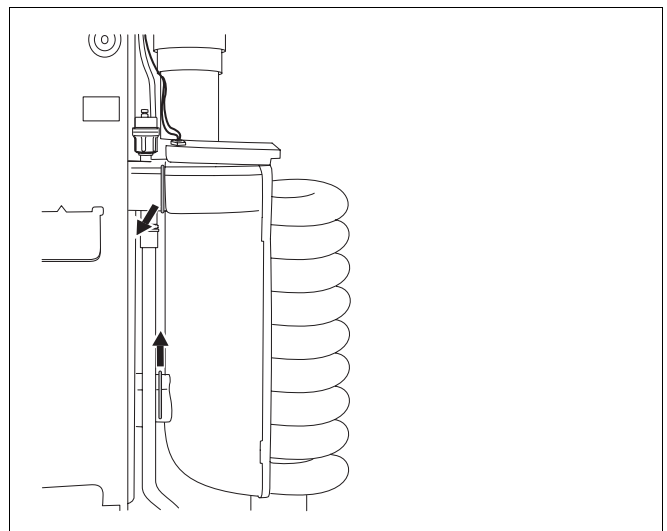

Abb. 48 Sicherungssplinte
- Sicherungssplinte an Vor- und Rücklaufleiter (Abb. 48) des Wärmetauschers entfernen.